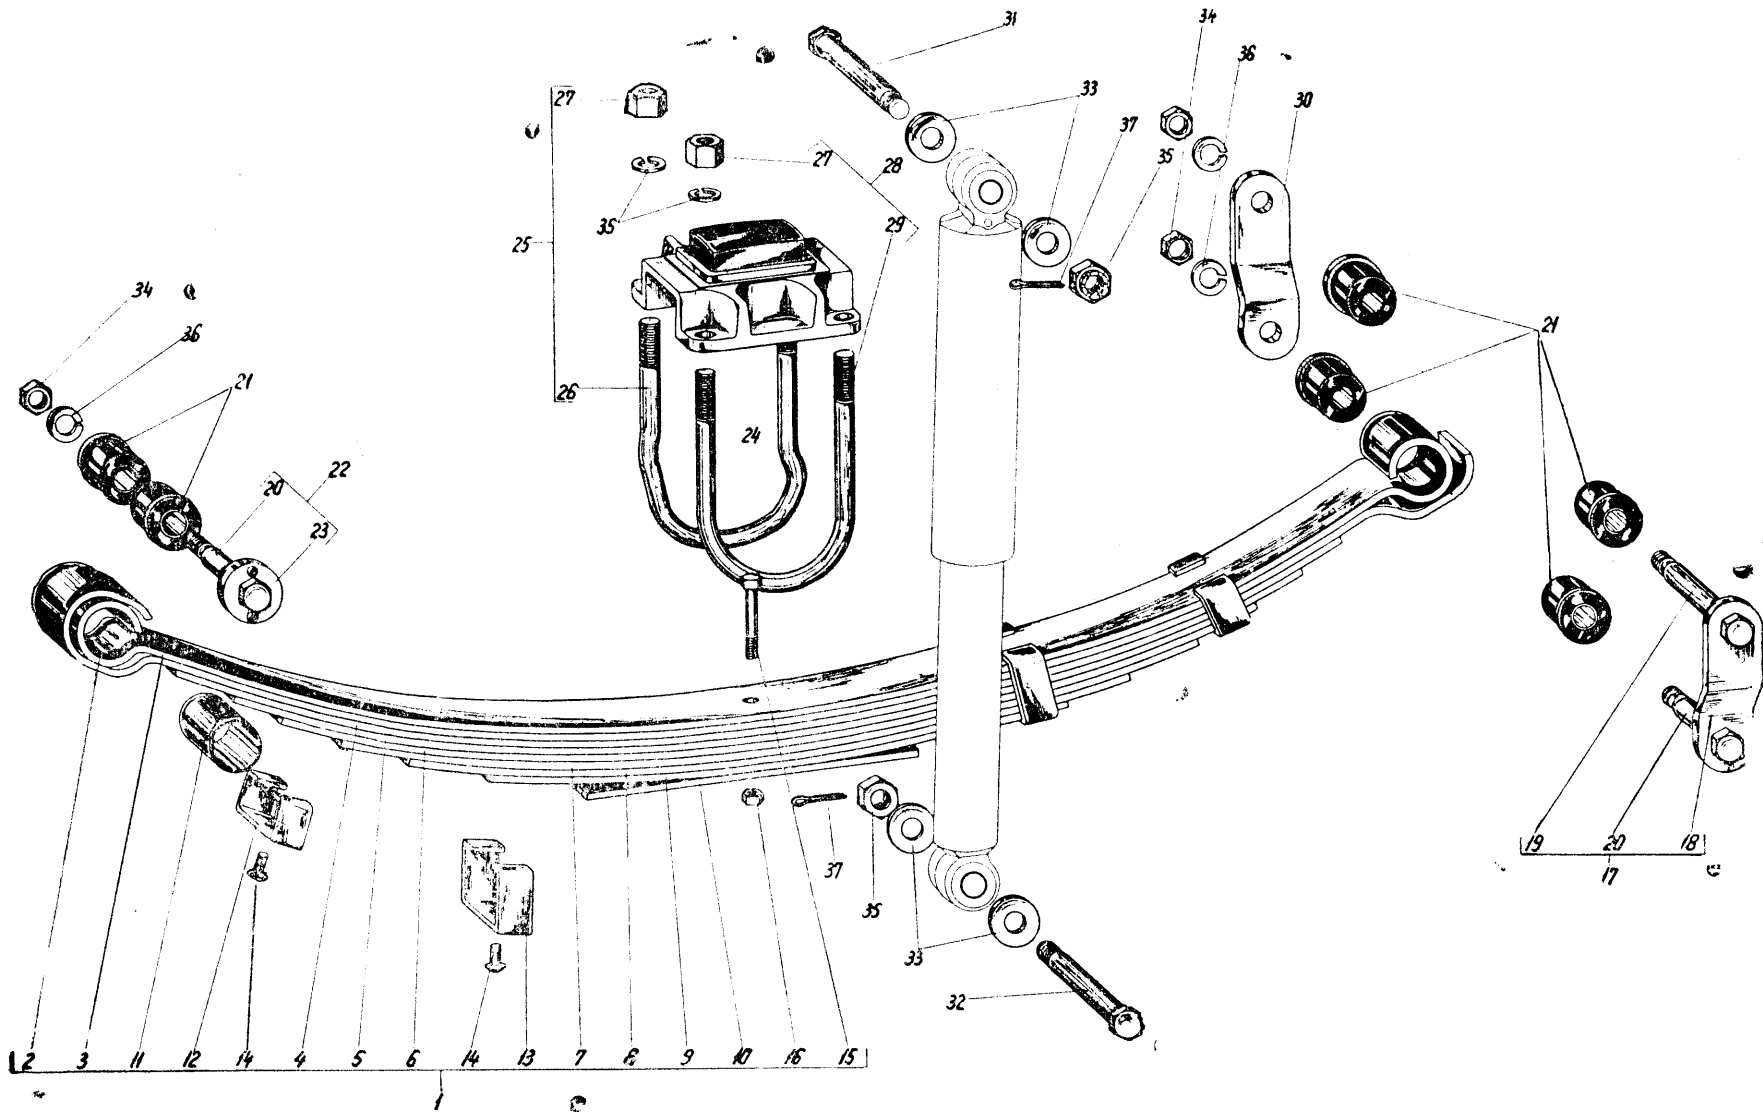

Abb. 124. Vordere Radaufhängung.
11.2.1. ANBAU DER VORDEREN FEDER (Abb. 124).
- Den Verschleiss der Federlaschen-Büchse (21).
- Vordere Feder am vorderem Federbock mit dem Federbolzen (22) und mit Hilfe der Vorrichtung S 61 befestigen. Mutter (34) vorläufig anziehen.
- Feder mit vollständigen Federlasche und der Klemmlasche (30) am hinterem Federbock anbringen. Mutter (34) vorläufig anziehen.